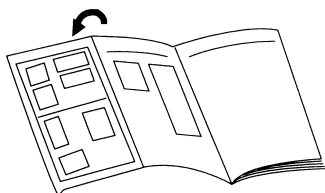

Fig. 5 Пульт дистанционного управления
- Чтобы отключить режим тестовой эксплуатации нажмите кнопку START/STOP (Fig. 5 ⑤), чтобы остановить кондиционер.
- Если нажать кнопку TEST RUN (Fig. 5 ⑤) во время работы режима охлаждения, прибор перейдет в режим принудительного охлаждения, и помещения будет охлаждаться, независимо от настройки термостата.